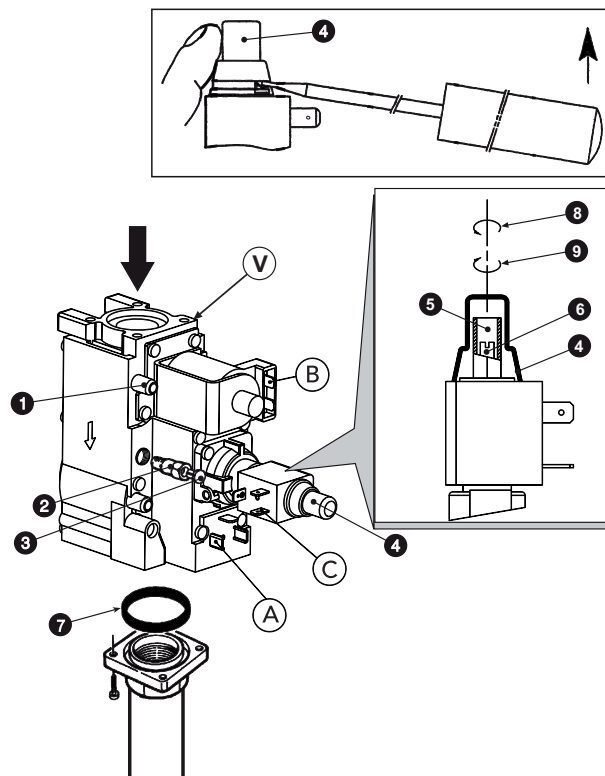

рис. 4 - Перенастройка котла на другой вид газа
Операции регулировки давления должны выполняться при работающем котле с помощью соответствующих регуляторов, установленных на 2-ступенчатых газовых клапанах (см. рис. 4)
3. Снимите защитную крышку регулятора давления 4 на рис. 4.
1. Медленно поверните ручку регулировочного термостата по часовой стрелки до 1-го щелчка; таким образом обеспечивается подача газа в отверстия А и В газового клапана (см. рис. 4).
2. Регулируйте давление с помощью винта 6 на рис. 4 и проверьте его на соответствие со значениями, приведенными в таблице технических данных на sez. 5.3.
1. Поверните ручку термостата регулировки до максимума; таким образом обеспечивается подача газа в отверстия А, В и С газового клапана (см. рис. 4).
2. Регулируйте давление с помощью винта 5 на рис. 4 и проверьте его соответствие со значениями, приведенными в таблице технических данных на sez. 5.3.
2. Снимите с газового клапана маленький колпачок 3 (рис. 4), установите на клапан регулятор "STEP" зажигания 2, находящийся в комплекте переналадки, и наденьте на него колпачок 3.
Осуществляется выполнением описанных выше операций, сняв регулятор зажигания "STEP" 2 на рис. 4 с газового клапана и установив колпачок 3 на рис. 4 непосредственно на клапан.